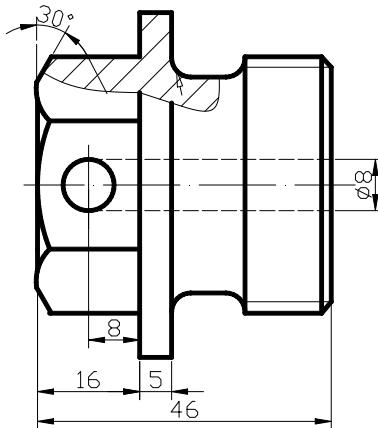
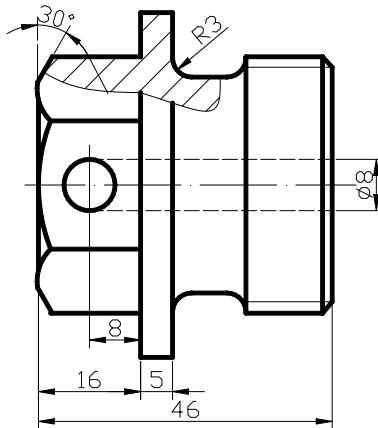

图 7-34 选择半径标注对象
图 7-35 完成半径标注
5、单击【半径标注】按钮 ，选择如图 7-34 所示的圆弧为标注对象，移动光标到合适位置，单击鼠标，半径标注效果如图 7-35 所示。